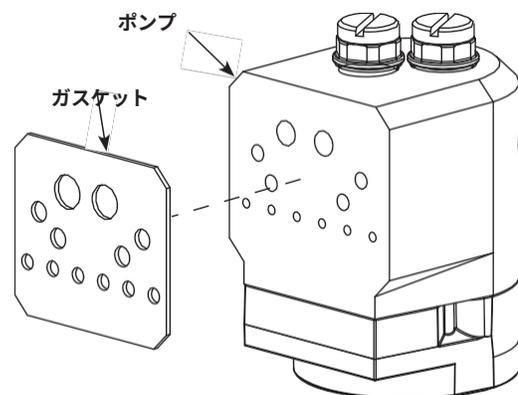

図 28 ポンプガスケットの交換
1. 図 28 を参照してください。ポンプからポンプガスケットを取り外します。